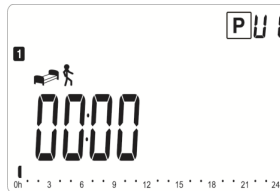

Fig. 21
- 4) accionar el pulsador (OK) al menos 1 segundo;
- 5) pulsar (OK) para confirmar la selección; aparecerá la pantalla de Fig. 21.